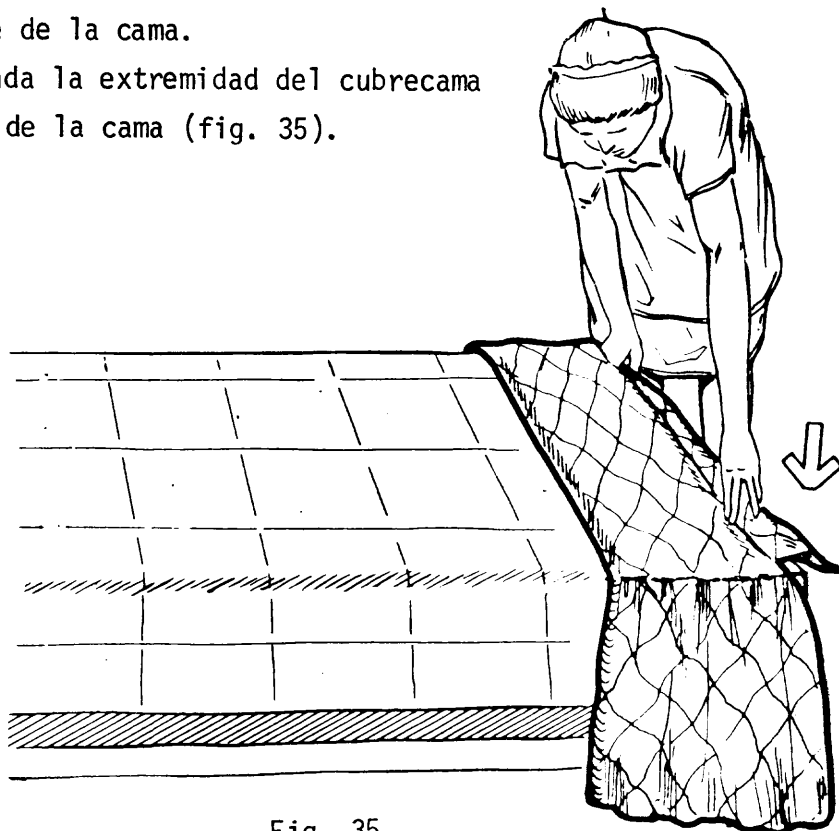

Fig. 35
- b Prenda la extremidad del cubrecama al pie de la cama (fig. 35).